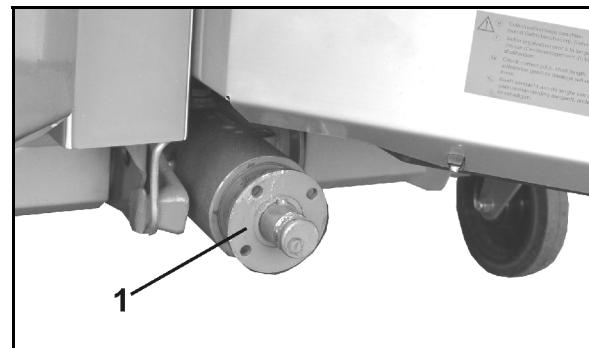

図 36
1. フランジブッシュ（図 36/1）を引き抜き用工具でギアボックス入力軸から引き抜きます。